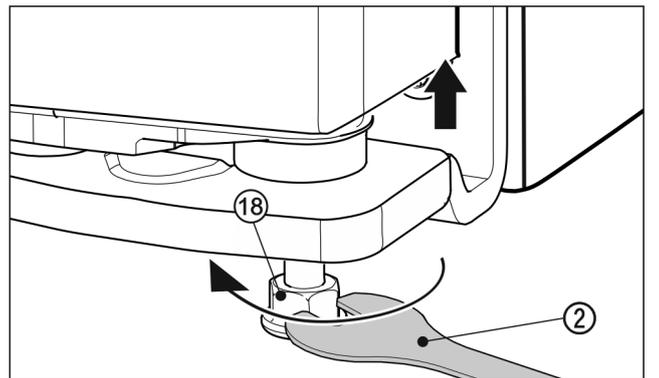

Fig. 29
- ▶ Zum Anheben der Tür den Stellfuß Fig. 29 (18) mit dem beiliegenden Gabelschlüssel Fig. 29 (2) rechtsherum bis Kontakt auf Fussboden herausdrehen. Dann weiter drehen bis die Tür in der Höhe verstellt ist. Im Auslieferungszustand ist der Lagerbolzen ganz eingedreht.